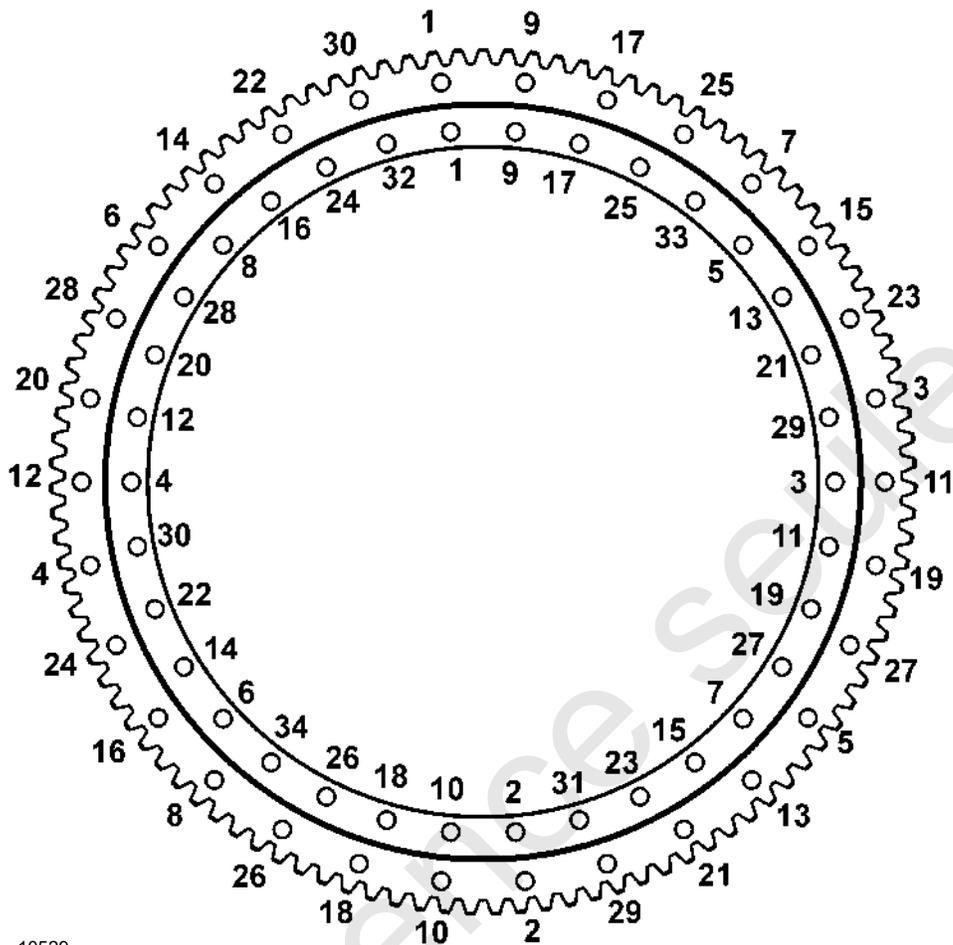

FIGURE 6-3
La bague intérieure du roulement est fixée à la tourelle par 34 boulons M24 × 130 mm de catégorie 10.9 (Figure 6-3). La bague extérieure du roulement est fixée au châssis porteur par 30 boulons M24 × 130 mm de catégorie 10.9 (Figure 6-3).
3. Serrer tous les boulons à 80 % de la valeur du couple total, soit 835 Nm ±21 Nm (615,9 lb-pi ±15,5 lb-pi), selon une séquence en étoile comme indiqué sur la Figure 6-3, en commençant par le boulon numéro 1.